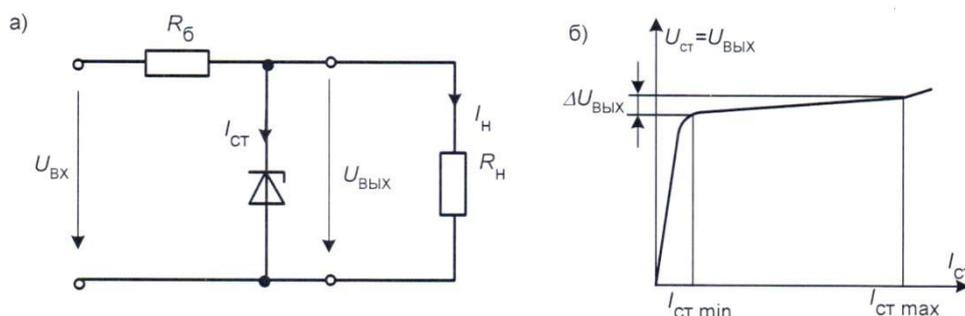
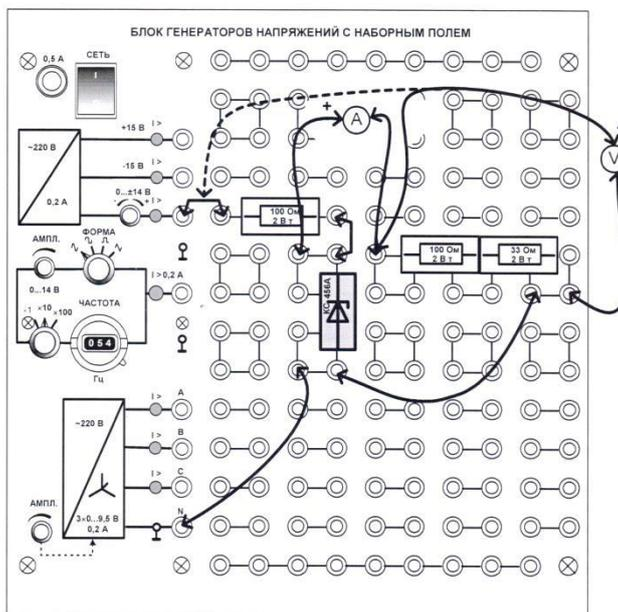

Рис. 10.1. Параметрический стабилизатор его ВАХ
Рис. 10.2. Монтажная схема параметрического стабилизатора
5.1. Соберите цепь параметрического стабилизатора согласно принципиальной схеме (рис. 10.1) и монтажной схеме (рис.10.2) сначала без сопротивлений нагрузки (резисторы 100 Ом и 33 Ом).